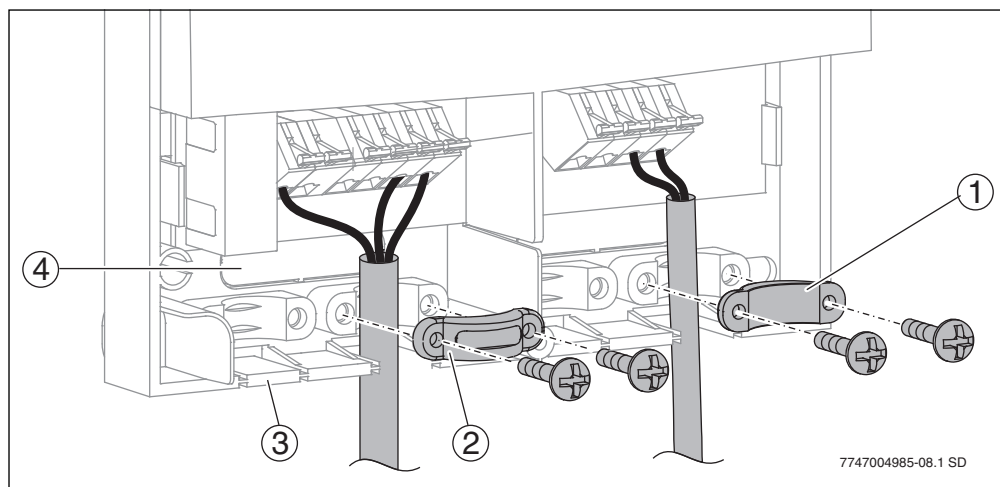

Fig. 11 Paso y fijación de los cables
Según la situación de montaje, los cables se pueden introducir en la caja por detrás (→ fig. 11, 4) o por abajo (→ fig. 11, 3).
- ▶ Haga el paso para cables con un cuchillo (→ fig. 11) para que no quede ningún borde cortante.
- ▶ Asegure los cables con el dispositivo antitracción correspondiente (→ fig. 11, 2). El dispositivo antitracción también se puede montar al revés (→ fig. 11, 1).